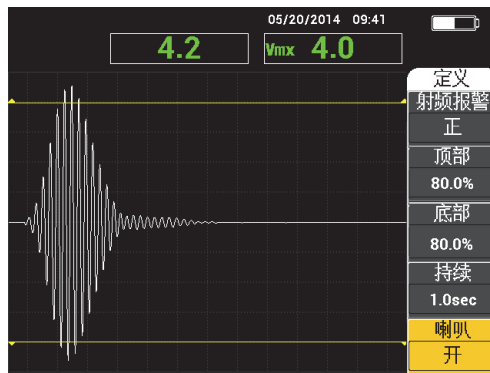

图 5-13 报警喇叭的控制
**喇叭**设置控制报警的喇叭。报警喇叭有两个选项：**关**或**开**（参见第 94 页的图 5-13）。